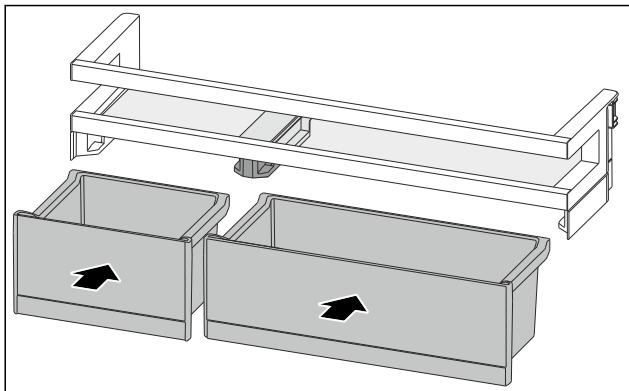

Fig. 123
- ▶ Installer les VarioBoxs dans l'agencement inverse. (voir Fig. 123)